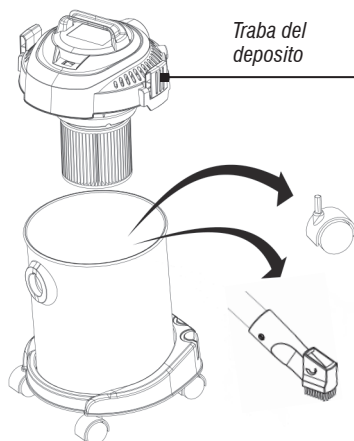

Fig. 2 – Accesorios para el montaje
- Para iniciar el montaje de la Aspiradora de Polvo VONDER abra el depósito de polvo y retire los accesorios, conforme muestra la Fig. 2;